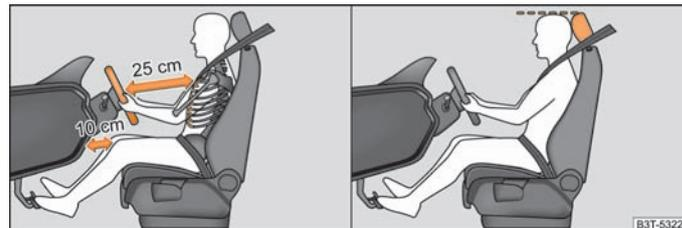

Abb. 151 Der richtige Abstand des Fahrers vom Lenkrad und der Schalttafel / Die richtige Kopfstützeinstellung des Fahrers
- Stellen Sie das Lenkrad so ein, dass der Abstand zwischen Lenkrad und Brustbein mindestens 25 cm beträgt und der Abstand der Beine von der Schalttafel in Höhe des Knie-Airbags mindestens 10 cm beträgt → Abb. 151 - links.
- Stellen Sie die Kopfstütze so ein, dass die Oberkante der Kopfstütze sich möglichst auf einer Höhe mit dem oberen Teil Ihres Kopfes befindet → Abb. 151 - rechts.
- Für den Fahrer ist es notwendig einen Abstand vom Lenkrad von mindestens 25 cm und der Beine von der Schalttafel in Höhe des Knie-Airbags von mindestens 10 cm einzuhalten ⇒ **Abb. 151** - links. Wenn Sie den Mindestabstand nicht einhalten, kann Sie das Airbag-System nicht schützen - Lebensgefahr!
- Stellen Sie die Kopfstütze so ein, dass die Oberkante der Kopfstütze sich möglichst auf einer Höhe mit dem oberen Teil Ihres Kopfes befindet ⇒ **Abb. 151** - rechts.
- Stellen Sie die Kopfstützen so ein, dass die Oberkante der Kopfstützen sich möglichst auf einer Höhe mit dem oberen Teil Ihres Kopfes befinden ⇒ **Abb. 151**.